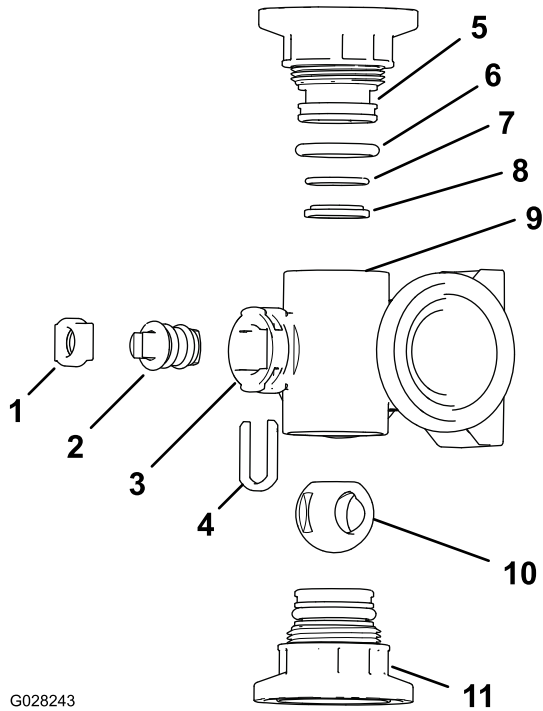
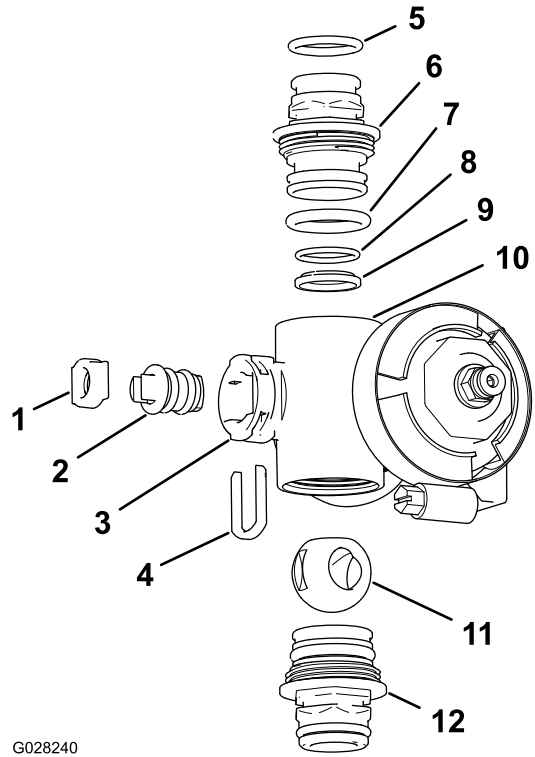

Figura 110
Figura 111
2. Retire los dos conectores de extremo de cada extremo del cuerpo del distribuidor (Figura 110 y Figura 111).
4. Retire el retén del vástago de las ranuras del orificio del vástago del distribuidor (Figura 110 y Figura 111).
5. Retire la horquilla de retención del vástago y el asiento del vástago del distribuidor (Figura 110 y Figura 111).
6. Retire el conjunto de vástago de la válvula desde dentro del cuerpo del distribuidor (Figura 110 y Figura 111).
1. Compruebe la condición de las juntas tóricas del conector de salida (**distribuidor de la válvula de sección solamente**), las juntas tóricas de los conectores de extremo, las juntas tóricas de los asientos, y los asientos de bola, en busca de daños o desgaste (**Figura 110** y **Figura 111**).
2. Aplique grasa al vástago de la válvula e insértelo en el asiento del vástago de la válvula (**Figura 110** y **Figura 111**).
3. Instale el vástago de la válvula y asiéntelo en el distribuidor; sujete el vástago y el asiento con el retén del vástago (**Figura 110** y **Figura 111**).
4. Asegúrese de que la junta tórica del asiento y el asiento de la bola están alineados y asentados en el conector de extremo (**Figura 110** y **Figura 111**).
5. Inserte el conjunto del conector de extremo en el cuerpo del colector hasta que la brida del conector de extremo toque el cuerpo del colector; luego gire el conector de extremo 1/8 a 1/4 de vuelta más (**Figura 110** y **Figura 111**).